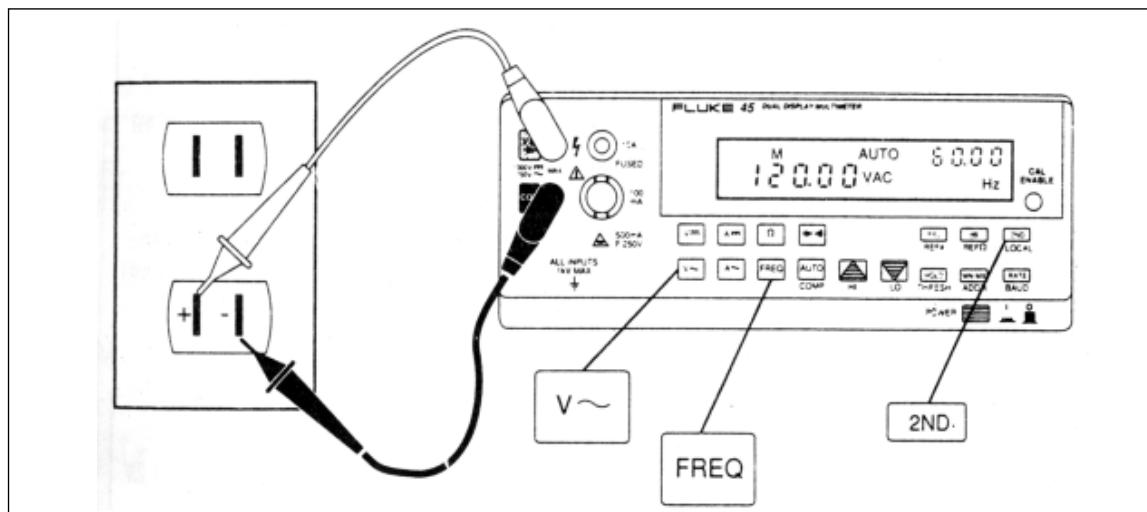

图4-1 双显示器显示交流电压和频率
- ①、按入“POWER”键使双显表开机。
- ②、把测试线插入VΩ → COM输入端。
- ③、按动 **V** 键，为第一显示器选择交流电压功能。
- ④、按动 **2ND** 键，然后按动 **FREQ** 键，为第二显示器选择频率功能。
- ⑤、把测试线插头插入电源插座，双显表显示器上出现的情况如图4-1所示。